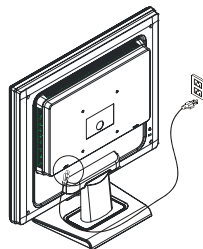

図 1-6
1. 電源コードを AC ソケットに接続してください。(図 1-6 参照)